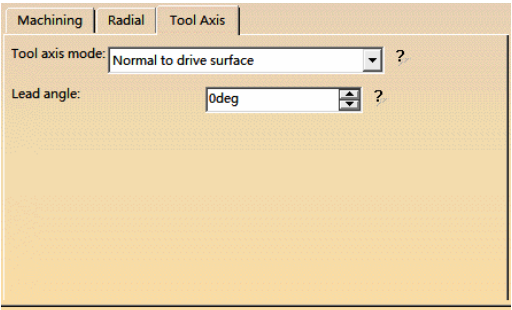

图 5-102 “Tool Axis”选项卡(5)
- 在“Tool Axis”选项卡(5)的“Tool axis mode”下拉列表中选择“Normal to drive surface”，如图 5-102 所示。